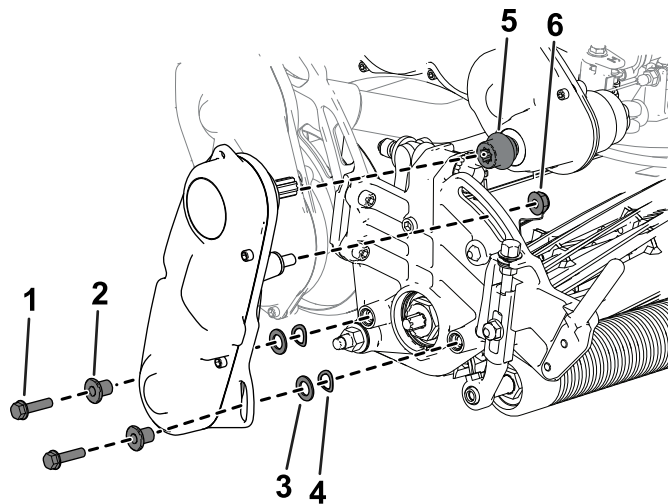

図5
6. トラクションユニットの駆動シャフトにカップラを取り付ける **図5**。
8. トランスミッション駆動シャフトのカップラ **図5**が前後に軽く動くことを確認する。